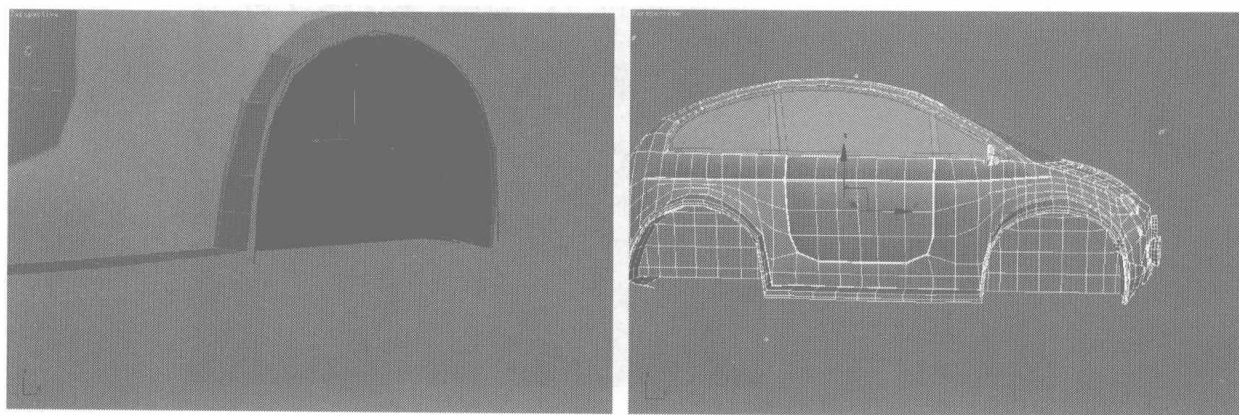

图 7.230
- 06 进入面物体层级，选择物体的所有面，单击 **Edit Elements** 卷展栏中的 按钮，旋转法线。选择车身模型，单击 命令，然后选择两个车轮处的模型，将所有模型合并，如图 7.230 所示。